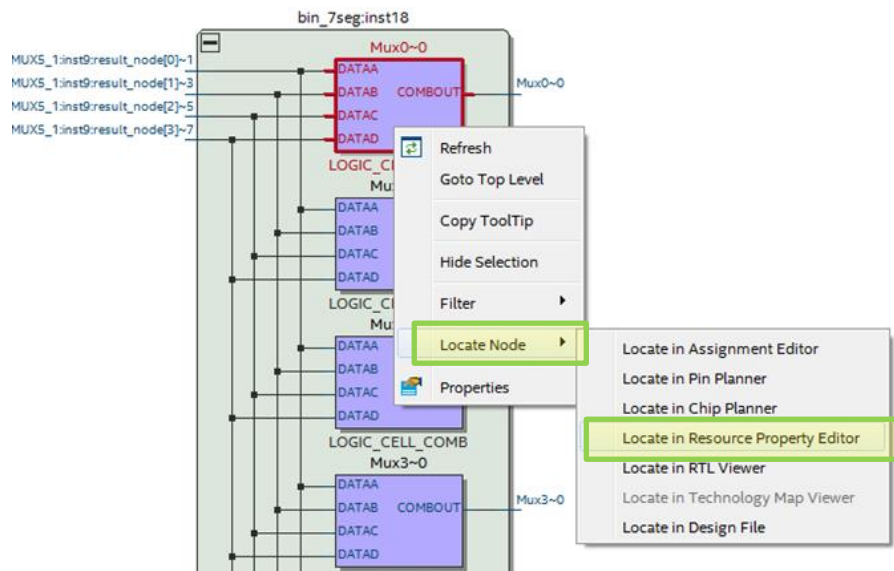
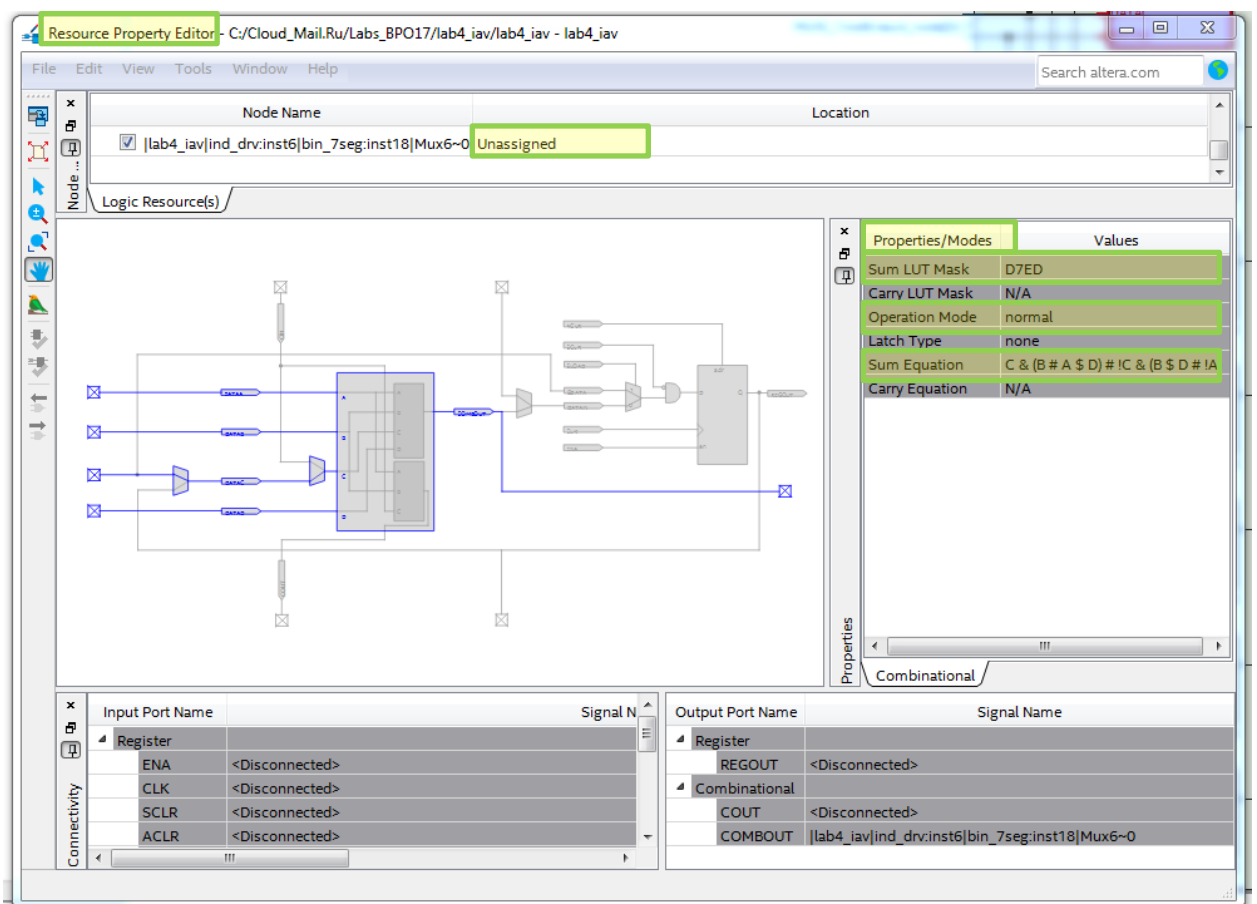

Рис. 50 Перекрестная ссылка из **Technology Map Viewer** в **Resource Property Editor**
Рис. 51 Отображение части схемы проекта, реализуемой в логической ячейке, в **Resource Property Editor**
9.8. Выделите любой логический элемент **Logic\_Cell\_Comb (LE)** компонента **bin\_7seg** в **Technology Map Viewer** и с помощью перекрестной ссылки (рис. 50) откройте **Resource Property Editor** (рис. 51).
выбранной логической ячейке (в поле **Location** нет назначенных ресурсов: **Unassigned** ) на кристалле тоже нет. Но в окне **Properties/Modes** есть информация о реализованной в этой ячейке функции части схемы: в строке **Sum Equation** логическое выражение описывающее функцию, реализованной на этой логической ячейке **C&(B#A\$D) # !C&(B\$D#!A)** и в строке **Sum LUT Mask** таблица истинности ячейки памяти - **D7ED** (рис. 51). Также отображается режим работы логической ячейки – **normal** (обычный, в отличие от *арифметического* режима, используемого для реализации сумматоров).